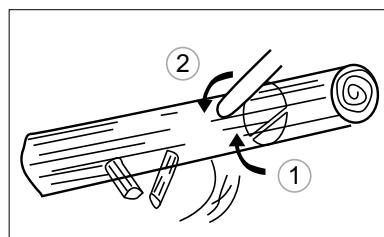

Abb. 21
2. Wenn der Stamm auf der Stütze mit einem Ende liegt, führen Sie zuerst den Schnitt von unten bis 1/3 des Stammdurchschnitts zur Vermeidung von Absplittern aus. Dann beenden Sie den Schritt von oben so, dass er mit dem ersten Schnitt übereinfällt, vermeiden Sie dabei Festklemmen (Abb. 21).